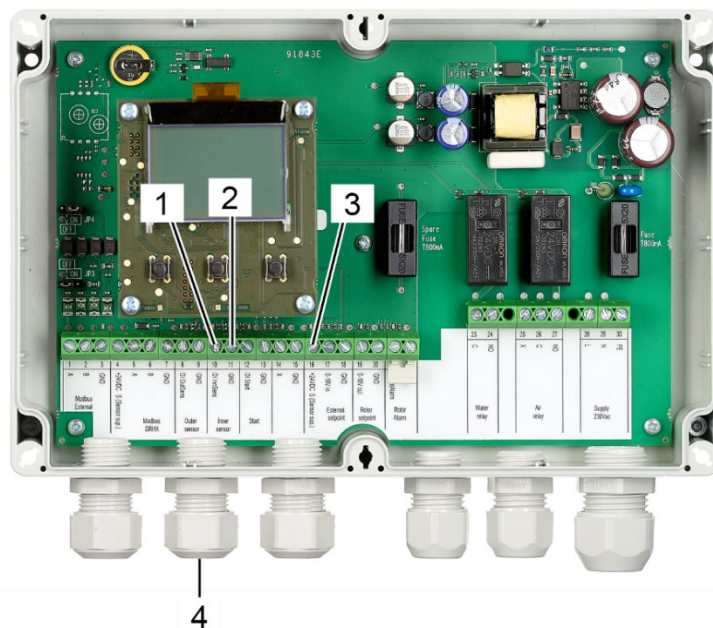

Abbildung 86: Kabelbuchse und Terminals Rotormitteannäherungssensor
10. Führen Sie das Anschlusskabels des Annäherungssensors für die Rotormitte durch die Kabelbuchse (Abbildung 86/4).
11. Schließen Sie das schwarze Signalkabel an Terminal 10 (Abbildung 86/1, DI)) der Rotorreinigersteuerung an.
12. Schließen Sie das blaue Erdungskabel an Terminal 11 (Abbildung 86/2, GND) der Rotorreinigersteuerung an.
13. Schließen Sie das braune Stromversorgungskabel an Terminal 16 (Abbildung 86/3, +24 VDC S (Sensor sup.)) der Rotorreinigersteuerung an.